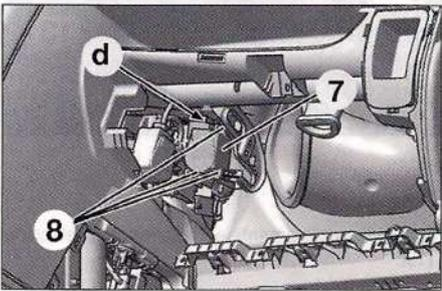

FIG. 28
- Desconectar el conector (d) (Fig.28).